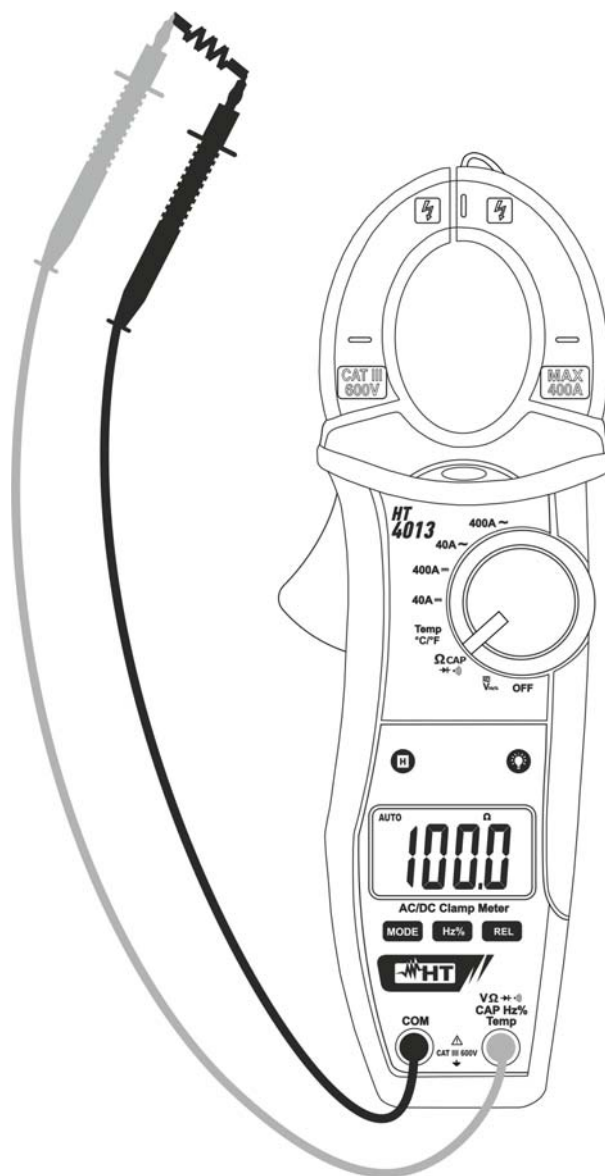

Fig. 6: Uso della pinza per misura di Resistenza
3. Posizionare i puntali nei punti desiderati del circuito in esame (vedere Fig. 6). Il valore della resistenza verrà visualizzato sul display